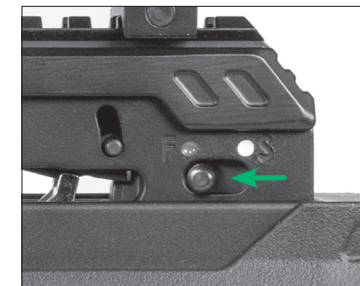

FIGURA 15
El seguro está desactivado y la ballesta está lista para amartillarse cuando el interruptor del seguro se ha movido de la posición (S)AFE (Seguro activado), bajo el punto blanco, a la posición (F)IRE (Fuego), bajo el punto rojo, como se ilustra en la Figura 15.